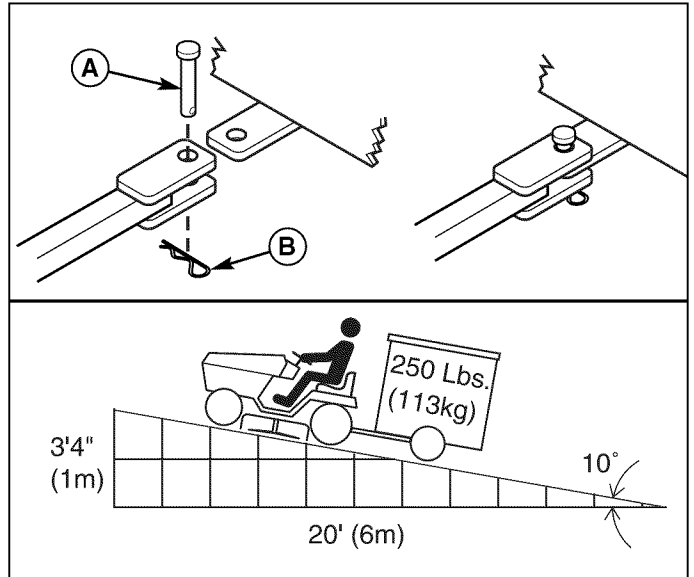

Figura 7. Pesos del remolque recomendados
La fuerza horizontal máxima que soporta la barra de enganche es de 280 Newton. La fuerza vertical máxima que soporta la barra de enganche es de 160 Newton. Esto corresponde a un remolque de 113 kg (250 lb.) en una cuesta de 10 grados. Sujete el remolque con un pasador de horquilla (A, Figura 7) y una pinza (B) del tamaño adecuado.